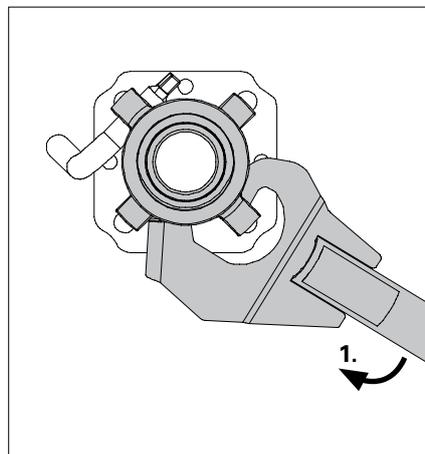

Fig. A2.03
- Clé de décintrement PEP No art. 118345 (fig. A2.03/A2.03a)